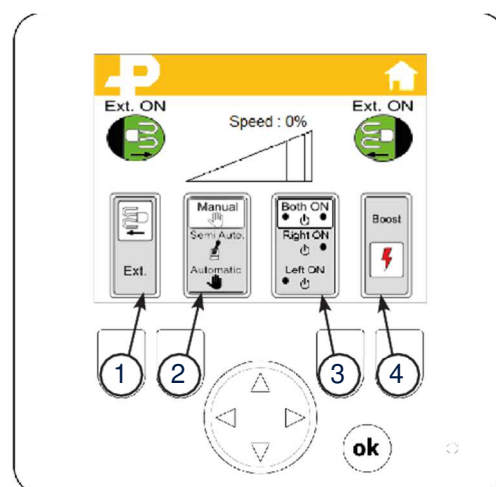

Fig 27. Menu "Accueil"
Si une attache n'est pas suffisamment clippée, inversez la fonction et redémarrez la séquence. Activez la fonction Boost Pos 4, Fig 27 pour obtenir plus de puissance. Ajustez si nécessaire
5. Accédez au menu "Accueil", Fig 27.
6. Appuyez sur le bouton 1, Fig 27 pour passer au mode déclippage. L'icône Déclippage (Ext.) doit maintenant s'afficher.
7. Appuyez sur le bouton 2, Fig 27 pour sélectionner le mode manuel, semi-automatique ou automatique.
8. Appuyez sur le bouton 3, Fig 27 pour activer les outils des deux côtés ou individuellement.